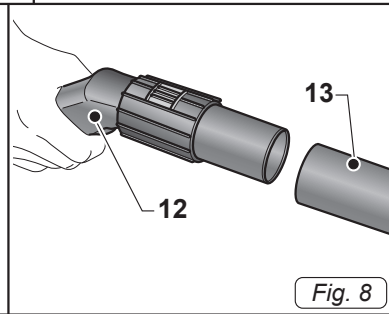

Fig. 8
- Agganciare all'impugnatura (12 Fig.8) del tubo flessibile la prolunga (13 Fig.8).